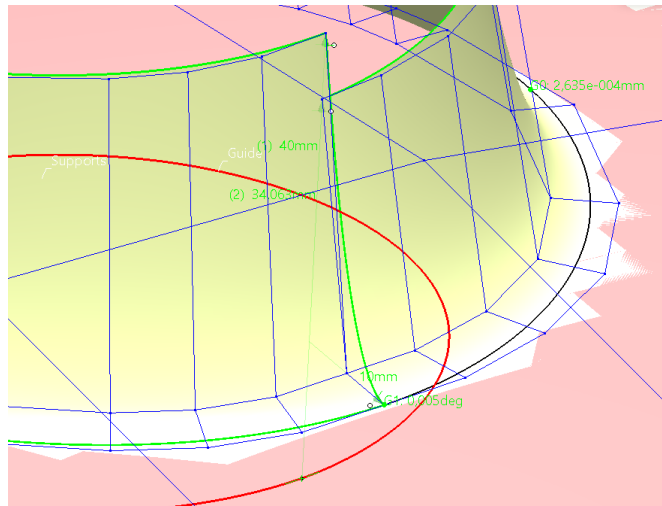

Figura 2.78 Aplicación Distance-Individual ON.
- **Individual:** permite aplicar diferentes longitudes en cada extremo de la superficie resultante. Se observa en la Figura 2.78.